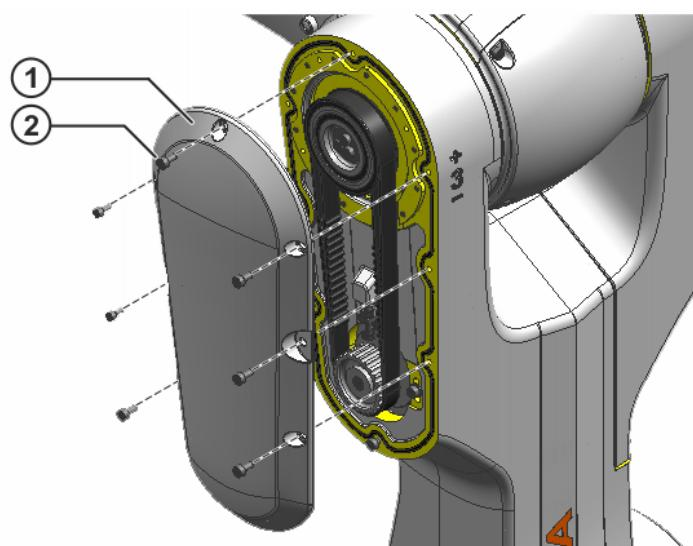

Abb. 10-1: Deckel A3 riemenseitig
- 9 Innensechskantschrauben M4x8-8.8 am Deckel A3 riemenseitig herausdrehen (>>> *Abb. 10-1*).